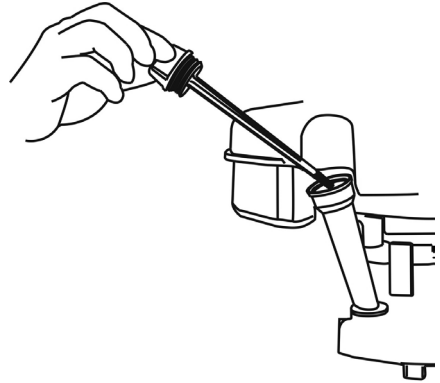

Рис. 7 Крышка-щуп маслозаливной горловины
2. Открутите крышку-щуп 1 маслозаливной горловины и извлеките щуп (Рис. 7).
2. Открутите крышку-щуп 1 маслосазливной горловины и извлеките щуп (Рис. 7).